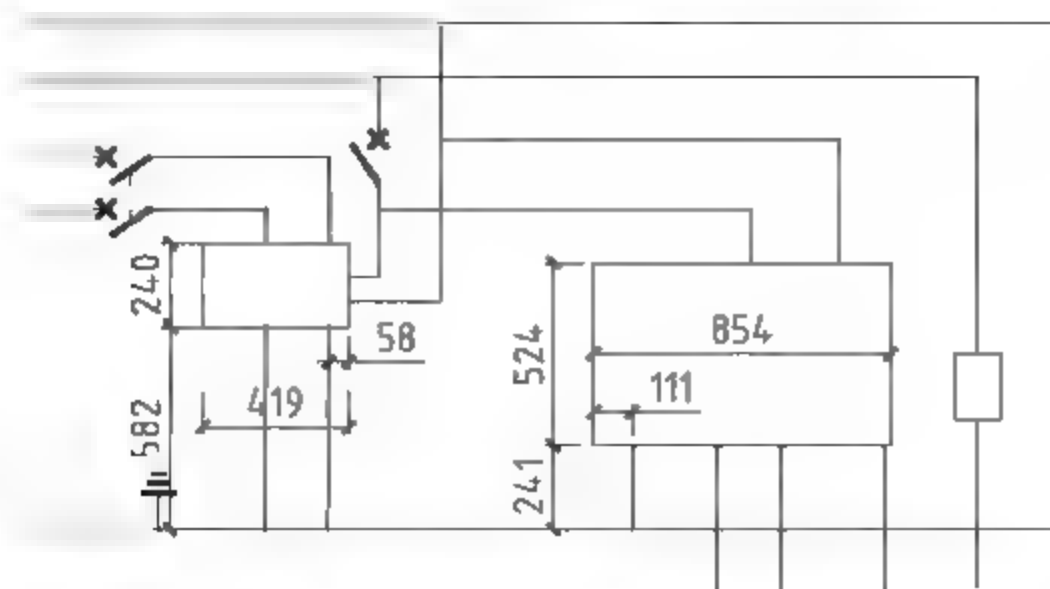

图10-33 绘制矩形
**21** 绘制电气元件。调用REC【矩形】命令，绘制矩形表示电流变送器等图形；调用TR【修剪】命令，修剪矩形内的线路，结果如图10-33所示。